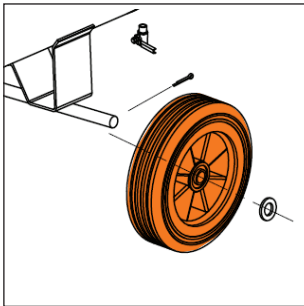

Рис. 11
- Для моделей компрессоров **DAC 720S / DAC 1000S** установите на нижнюю часть ресивера передние поворотные колеса (Рис. 10) и задние колеса (Рис. 11).